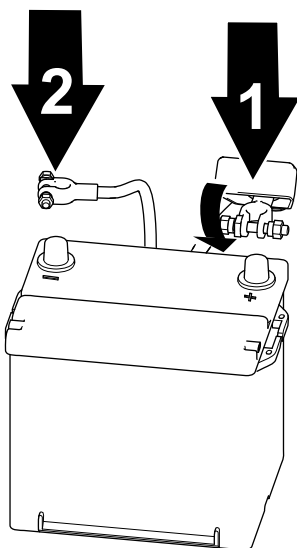

Bild 58
1. Schließen Sie das Pluskabel des Akkus an und ziehen Sie die Mutter der Akkuklemme an (Bild 58).
2. Schließen Sie das Minuskabel des Akkus an und ziehen Sie die Mutter der Akkuklemme an (Bild 58).